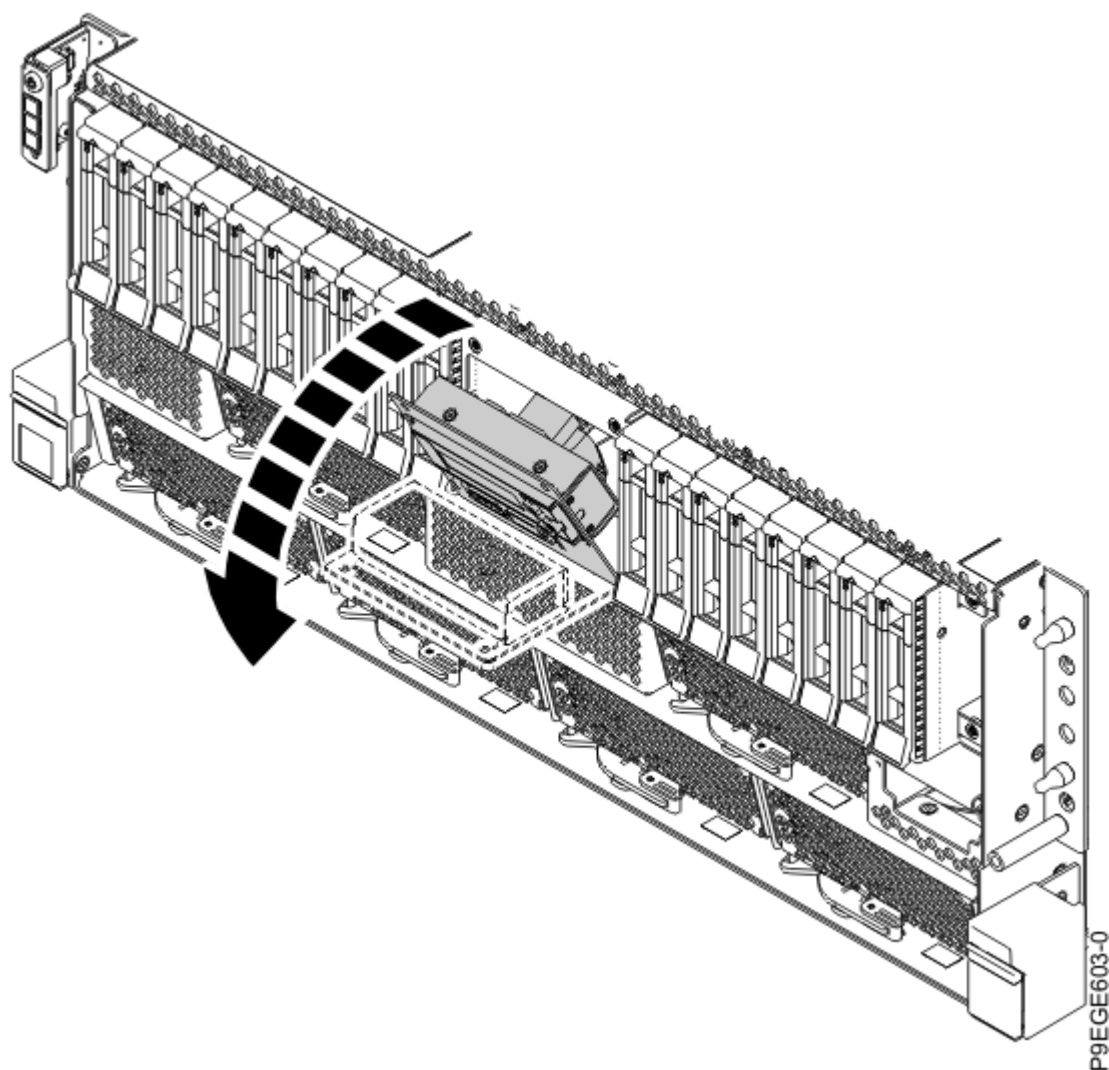

Figura 20. Obertura del receptacle frontal USB
9. Obriu el receptacle frontal USB tal com es mostra a la Figura 20 a la pàgina 22.